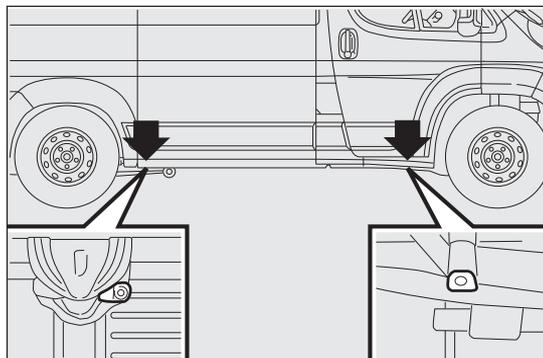
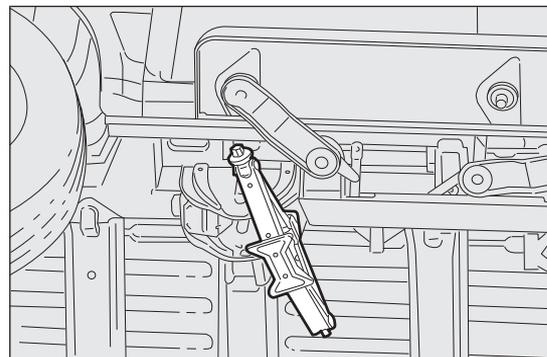

Abb. 168
Abb. 169
- Den Wagenheber unter dem Ansatzpunkt anbringen, der dem auszuwechselnden Rad am nächsten liegt, siehe Punkte in Abb. 168. Bei Versionen mit kurzem Radstand und einziehbarer Trittstufe muss der Wagenheber unter dem in Abb. 169 gezeigten Ansatzpunkt angebracht und so gedreht werden (45°), dass es zu keiner Überschneidung mit der einziehbaren Trittstufe kommt,